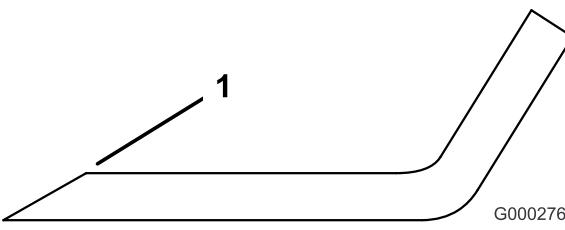

Bild 29
- 3. Untersuchen Sie die Schnittkanten aller Messer. Schärfen Sie alle stumpfen und ausgekerbten Schnittkanten. Schärfen Sie nur die Oberseite der Schnittkanten und behalten dabei den ursprünglichen Schnittwinkel bei, um die Schärfe des Messers zu gewährleisten (Bild 29). Das Schnittmesser behält seine Auswuchtung bei, wenn von beiden Schnittkanten die gleiche Materialmenge entfernt wird.